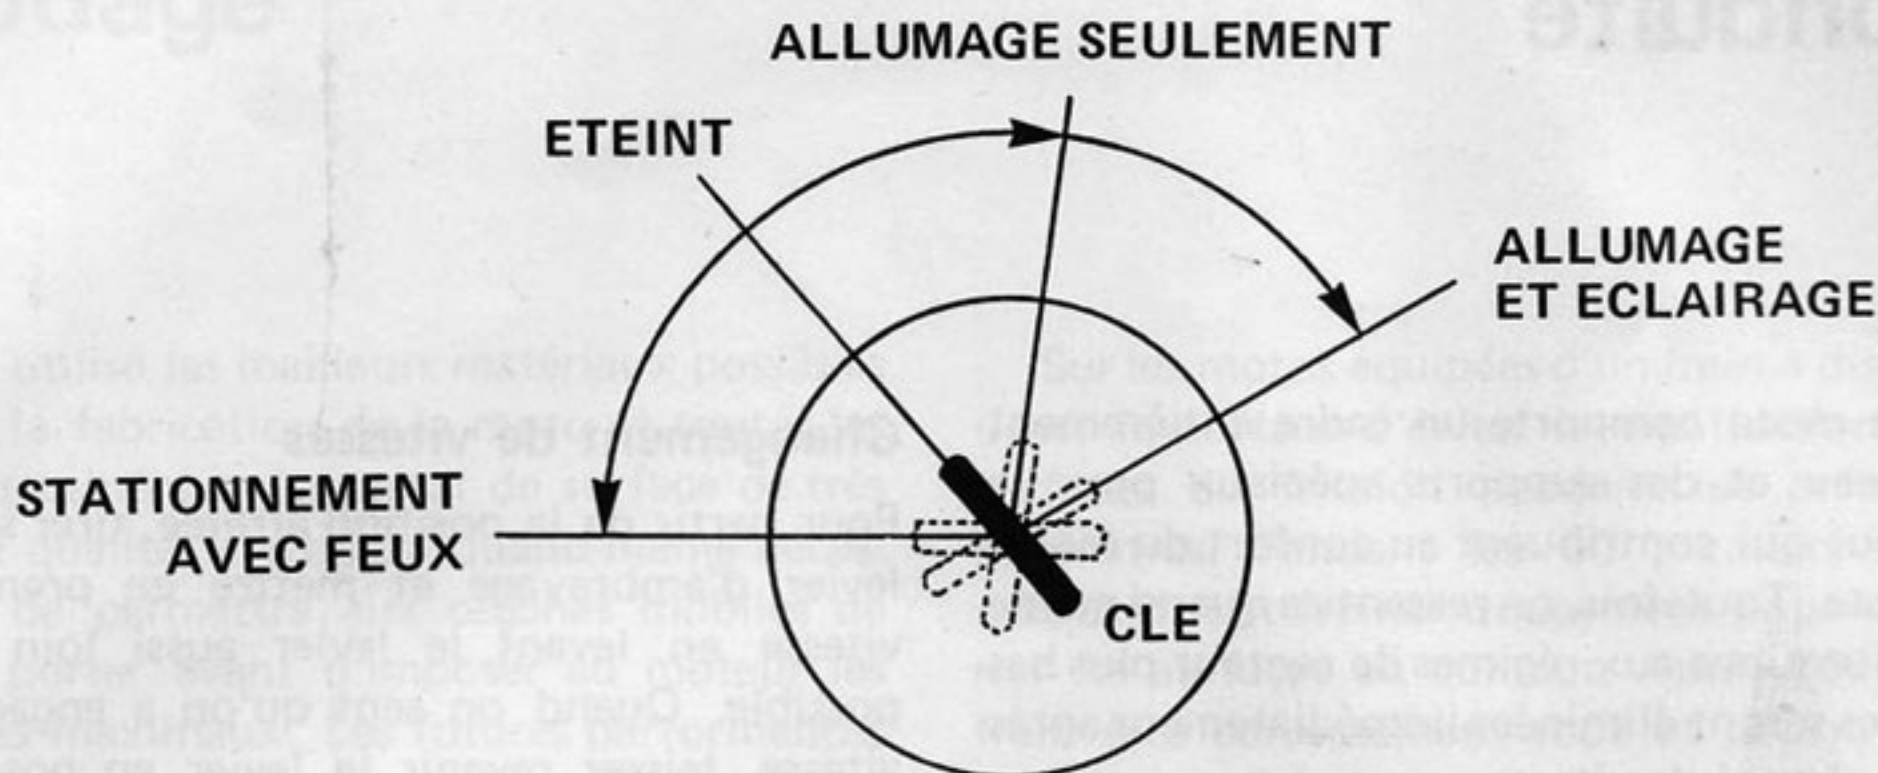

FIGURE 7
- (1) Stationnement avec feux (contact fermé)
- (2) Ni feux ni contact
- (3) Contact seulement
- (4) Contact et feux (Voir Figure 7)